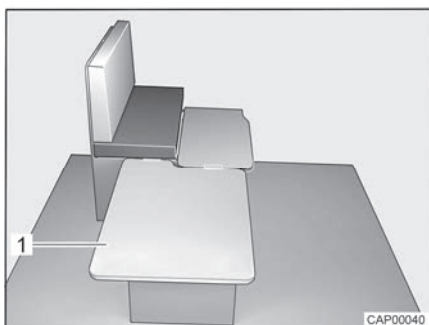

Fig. 81 Durante la trasformazione
- Agganciare la tavola di rinforzo (Fig. 81,1) lateralmente sui sedili e posizionarla sul tavolo.